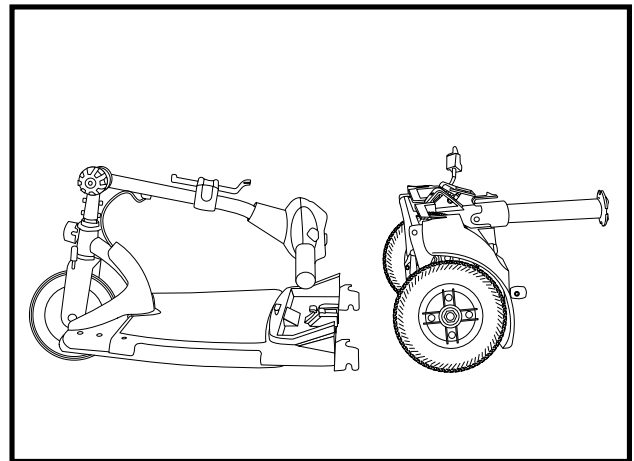

Abb. 18. Rahmenhälfte
5. Vorderteil langsam und senkrecht von dem Heckteil entfernen. Siehe Abb. 18.
1. Vorder- und Heckteil Ihres Elektromobils wie in Abb. 18. hinstellen.